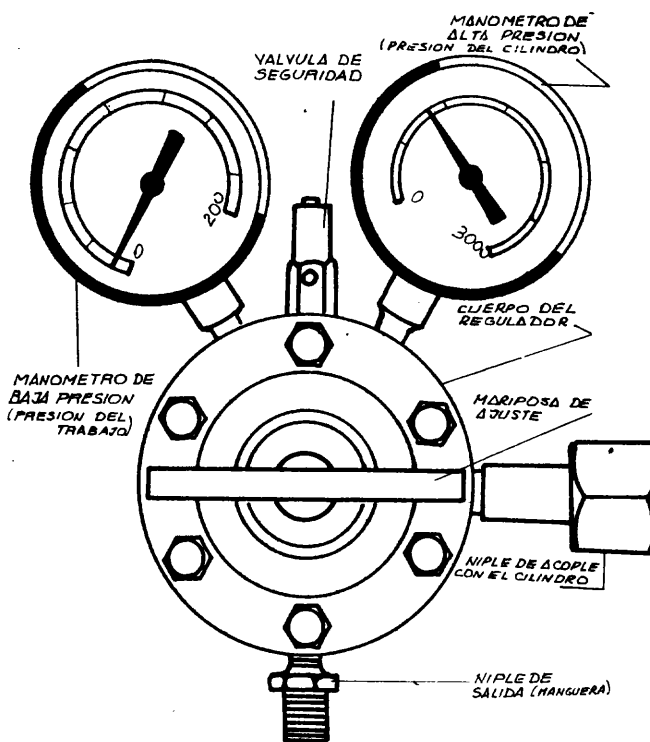

Fig. 7
*REGULADORES DE PRESIÓN (FIG.7)*